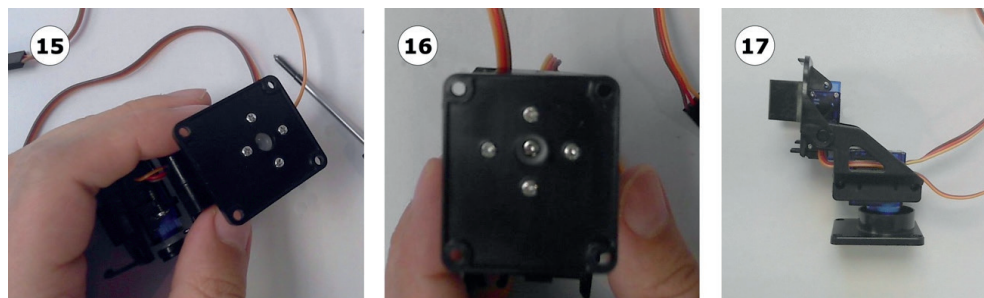

**Рис. 10.14.** Соединение левой и правой частей
Для этого обратитесь к рис. 10.14 и выполните следующие шаги.
1. На рис. 10.14 показано, как соединить левую и правую части. При соединении деталей фланец качалки правого сервопривода должен охватывать сервопривод наклона, который вы прикрутили к планке наклона.